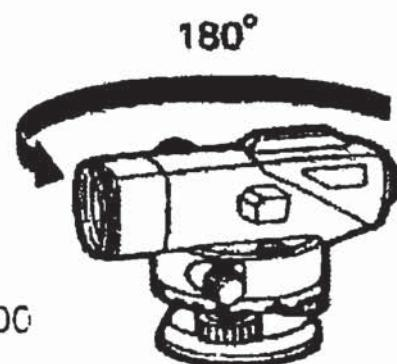

Рис. 7.1
2) Поверните инструмент на 180° (или 200 гон) (рис. 7.1).